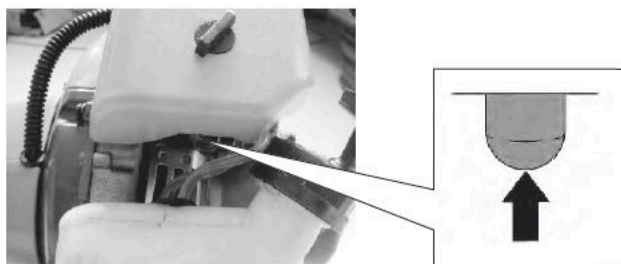

рис. 7
3. Подкачайте топливо нажав несколько раз на подсос пока топливо не потечет по прозрачной топливопроводной трубке. Рис. 7.